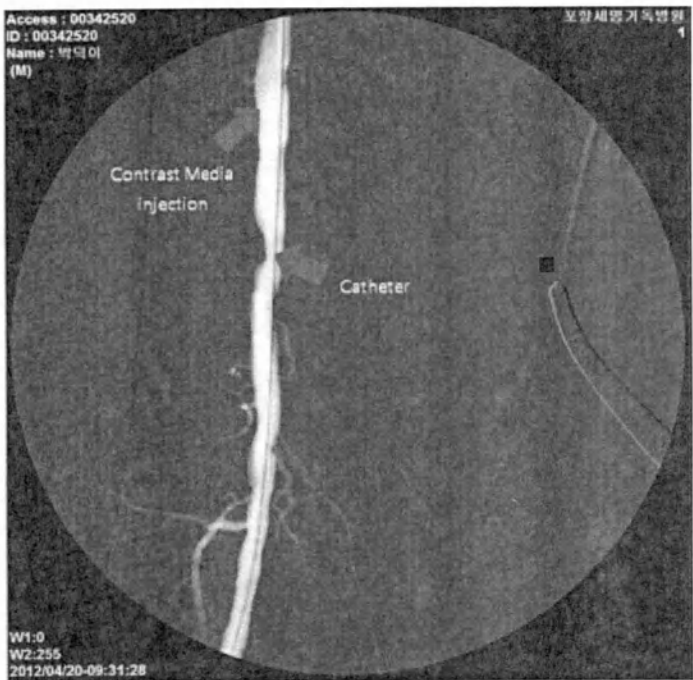

Рис.38
- 12) Изображение рис.38 является картированным. После нажатия кнопки экспозиции появляется путь контрастного вещества в виде белой линии. После введения катетера появляется чёрная линия.